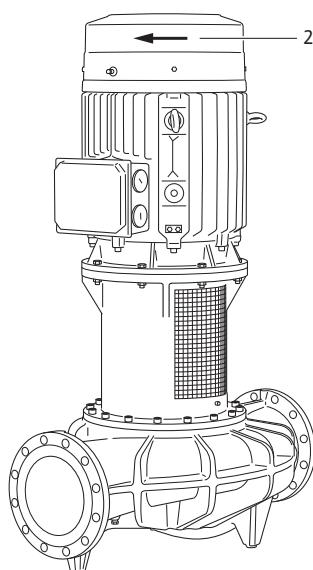

Fig. 47: Kontrollere rotasjonsretningen
- Koble den kort inn, og kontroller om rotasjonsretningen stemmer overens med pilen på viftedekselet (se Fig. 47, Pos. 2). Gå fram som følger hvis rotasjonsretningen er feil: